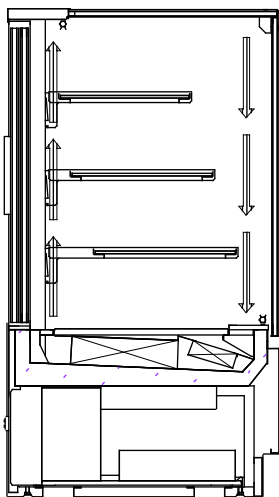

FIG. 14
- Non ostruire le feritoie di distribuzione del freddo che garantiscono il corretto flusso dell'aria (FIG. 14 e 15).